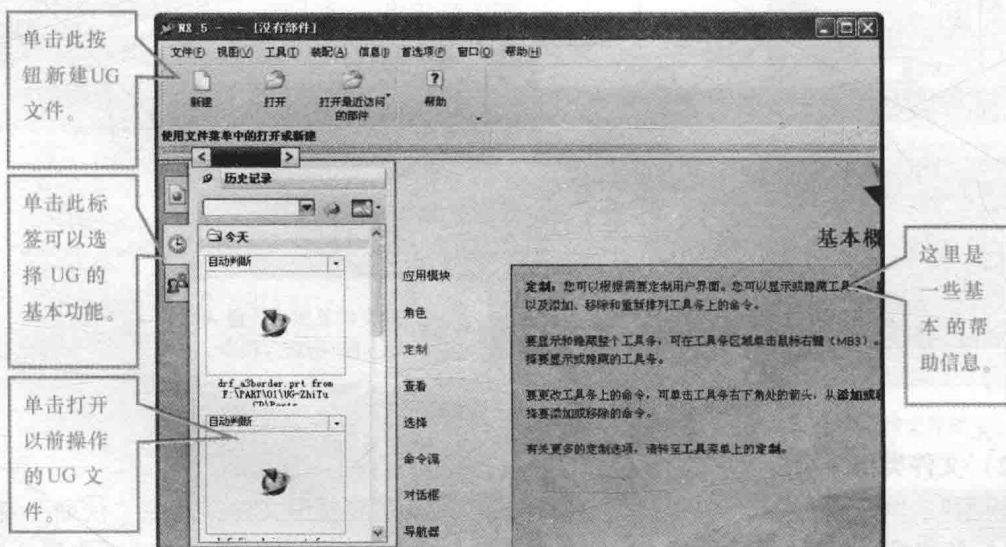

图 1-4
(1) 启动 UG 软件后, 系统将显示图 1-4 所示的操作界面。选择“文件”→“新建”菜单或单击工具栏中的“新建”按钮, 均可打开图 1-5 所示“新建”对话框。选择默认的新建文件类型(“模型”), 单击“确定”按钮打开绘图界面。